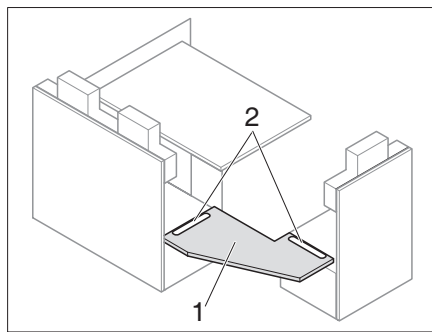
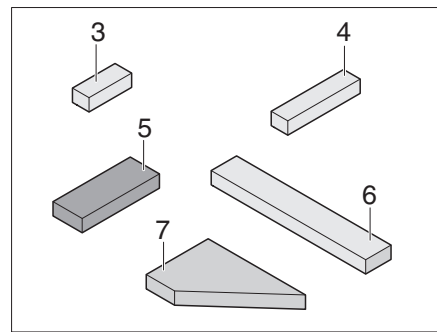
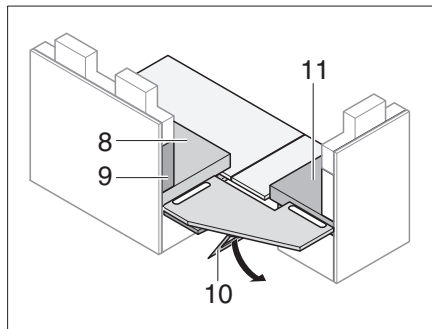
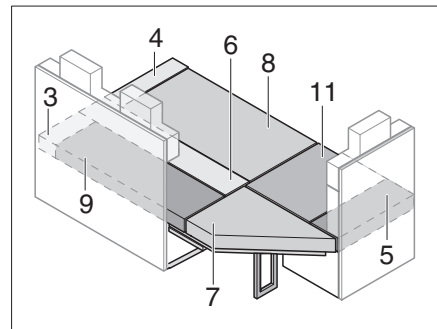

Fig. 176 Utilizar placa de refuerzo
Fig. 177 Cojín adicional
Fig. 178 Apoyar la placa de refuerzo
Fig. 179 Después de la transformación
- Insertar la placa de refuerzo (Fig. 176,1) en las ranuras (Fig. 176,2).
- Desplegar el apoyo (Fig. 178,10) debajo de la placa de refuerzo (Fig. 176,1).
- Colocar el cojín del asiento, el cojín del respaldo y los cojines adicionales como se muestra en Fig. 179 (los números de posición se refieren a Fig. 177 y Fig. 178).
- Desplegar las prolongaciones del banco (Fig. 176).